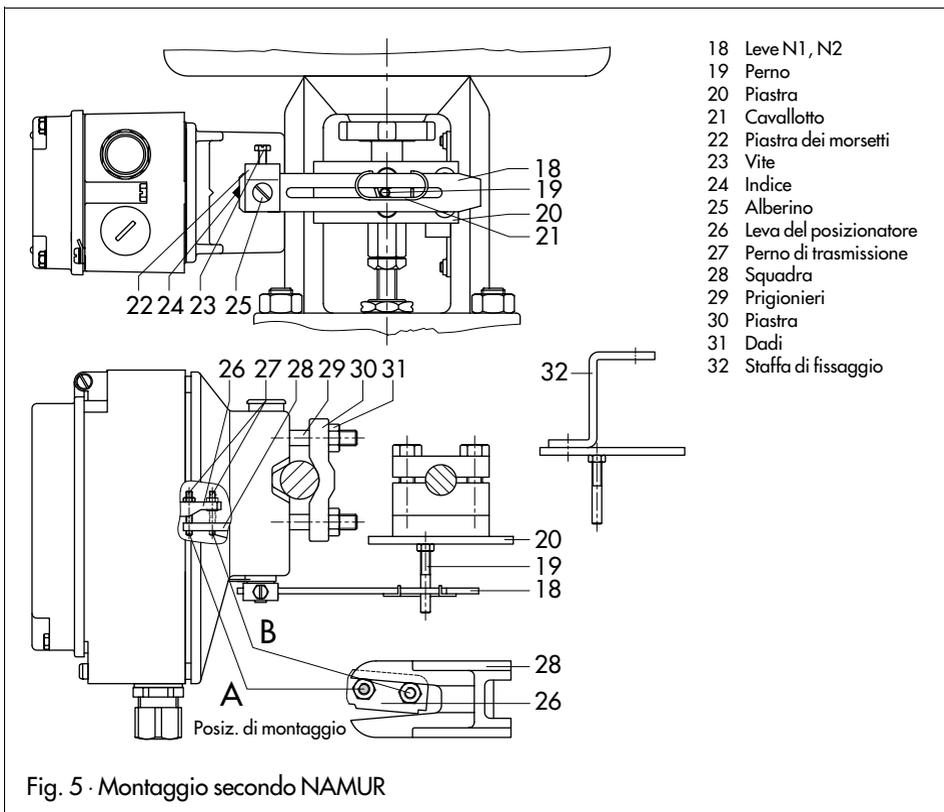

Fig. 5 · Montaggio secondo NAMUR
2.2 Installazione secondo Namur (Fig. 5)